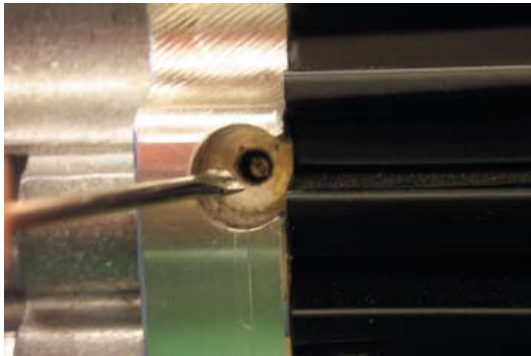

Abbildung 9
5. Die Klinge eines passenden Schraubendrehers (siehe 4.) in den Schlitz der Messing-Justierschraube setzen. Siehe Abbildung 9.